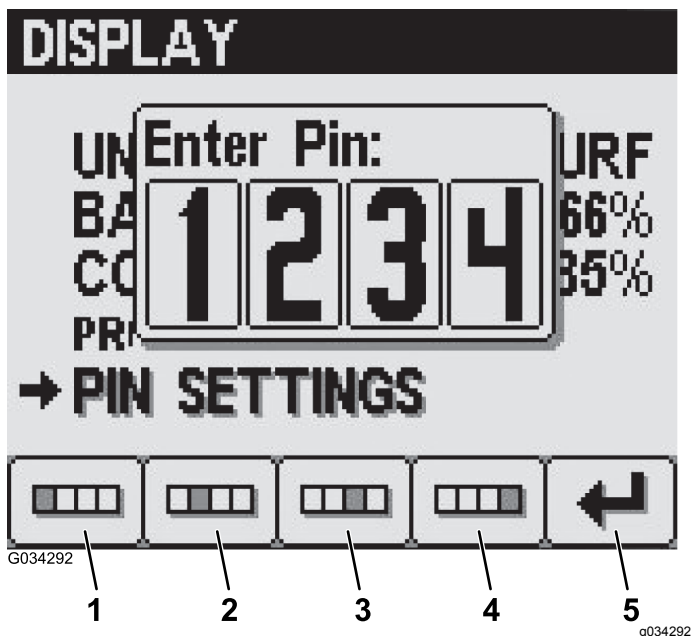

Bild 24
3. Drücken Sie die Tasten 1 bis 4, um den PIN-Code einzugeben. Drücken Sie nach dem Eingeben der PIN die Taste 5 (Bild 24).
- Drücken Sie die Tasten 1 bis 4, um den PIN-Code einzugeben. Drücken Sie nach dem Eingeben der PIN die Taste 5 (Bild 24).
- Drücken Sie auf dem Bildschirm „Enter old PIN“ die Tasten 1 bis 4 und geben Sie den alten PIN-Code ein; drücken Sie dann Taste 5, wenn Sie die PIN eingegeben haben (Bild 24).